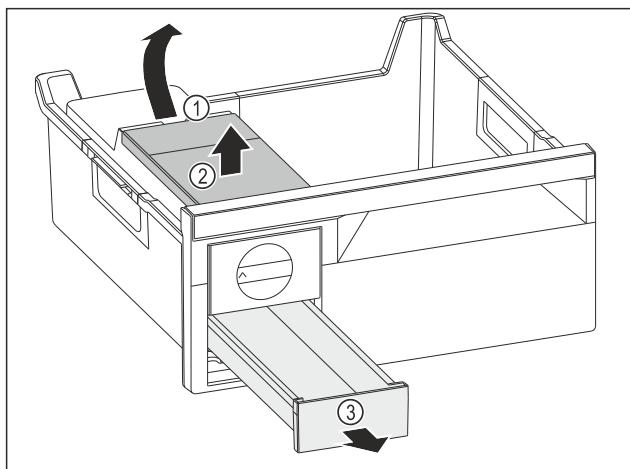

Fig. 110
- Odobratie nádržky na vodu: Nádržku na vodu nadvihnite za vybranie Fig. 110 (1).
- Nádržku na vodu Fig. 110 (2) odoberte smerom nahor.
- Zásuvku na kocky ľadu Fig. 110 (3) odoberte smerom nahor.